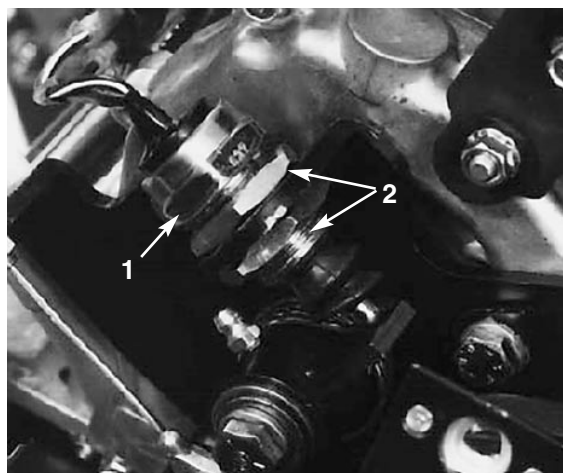

Figure 38
2. Desserrer les (2) écrous de montage du contacteur (Fig. 38) et déplacer le contacteur jusqu'à ce que le plongeur soit enfoncé à  $4,57 \text{ mm} \pm 1,5 \text{ mm}$  (contacteur fermé).
- A l'aide d'une clé standard de 7/8", dévisser la vis de tension de ressort jusqu'à ce que la rondelle de butée ne soit plus en appui contre la barre d'appui (Fig. 38).